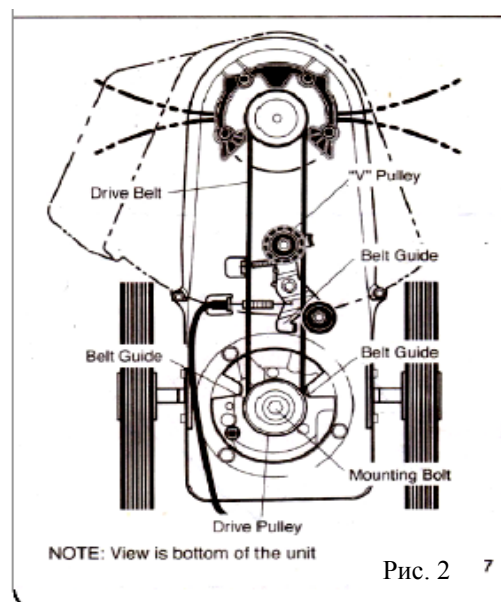

Рис. 2
4. Снимите шкив ("V" Pulley) с кронштейна (Рис.2).
8. Проверьте вращение приводного ремня. Проверьте правильность установки ремня, а также убедитесь, что ремень не перекручен (См. рис.2).